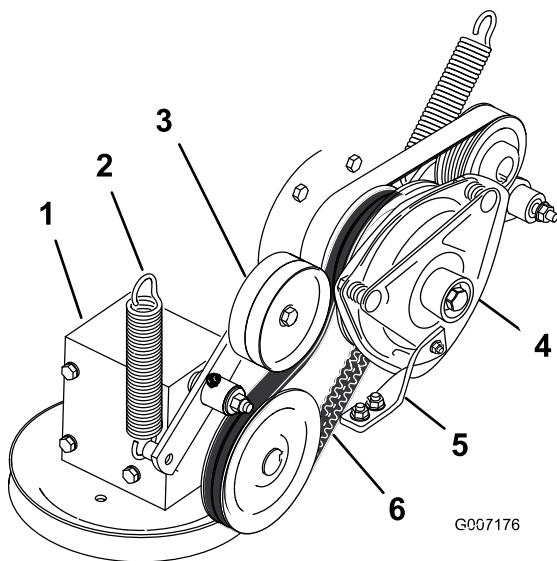

Figura 89
4. Retire el muelle del brazo de la polea tensora (Figura 89).
7. Instale la correa de transmisión de la TDF alrededor de la polea del embrague y la polea de la caja de engranajes (Figura 89).
9. Instale el muelle en el brazo tensor (Figura 89).